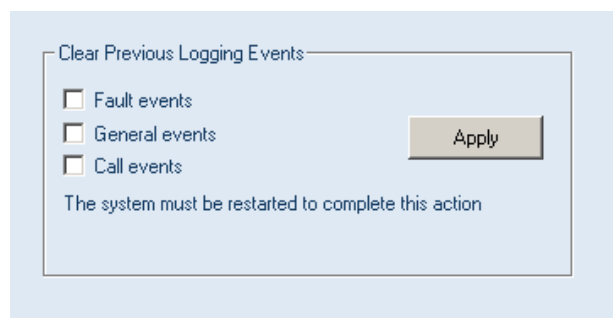

рисунок 37.10: Очистка журнала событий
- 1 Нажмите кнопку *Clear logging* в строке навигации. Отобразится экран, подобный экрану, изображенному на рисунок 37.10.